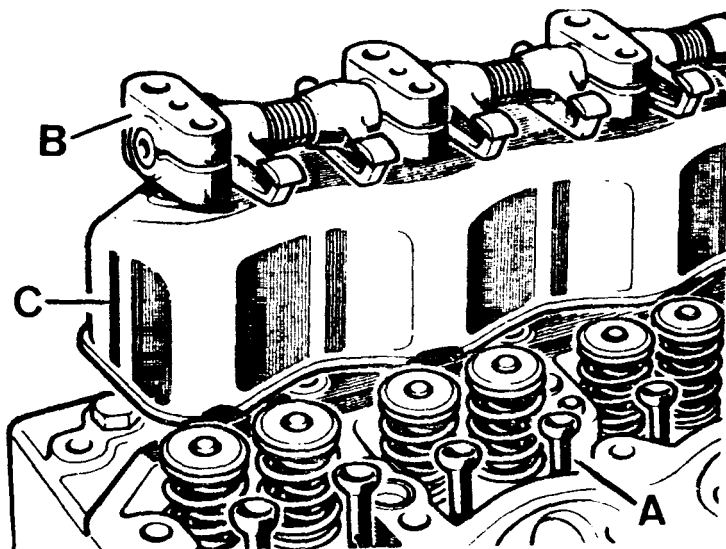

Fig. A1-58 Desmontaje del árbol de balancines
- 1.5. Colocar la tapa de balancines en posición invertida sobre el árbol de balancines, fijarla a los espárragos de éste y extraer el conjunto, B (Fig. A1-58).
- 1.6. Retirar las varillas de empuje, A (Fig. A1-58), colocándolas sobre un soporte numerado en el mismo orden en que están montadas.